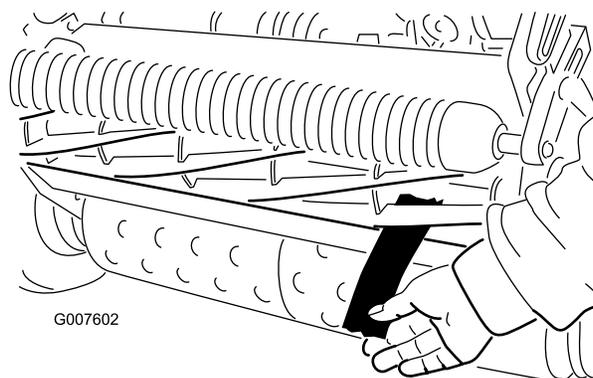

図 46
12. 切れ味確認用のペーパーを一枚、リールと下刃との間に、下刃に対して直角になるように差し入れて、Cuttingユニットの切れ味をテストする 図 46。ゆっくりとリールを回転させるこれで紙が切れれば合格である。